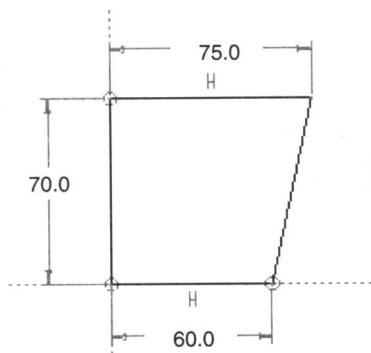

图 2.3 截面图形
(1) 选择下拉菜单 **插入(I)** → **拉伸(E)...** 命令。
(2) 定义草绘截面放置属性。在绘图区中右击,从弹出的快捷菜单中选择 **定义内部草绘...** 命令,进入“草绘”对话框;选取 **RIGHT** 基准面为草绘平面;选取 **TOP** 基准面为参照平面;选取 **左** 作为草绘平面参照的方向;单击对话框中的 **草绘** 按钮。
(3) 进入截面草绘环境后,绘制如图 2.3 所示的特征截面,完成后,单击“草绘完成”按钮 **✓**。
(4) 在操控板中,选取深度类型 **■**,再在深度文本框中键入深度值 115.0,并按回车键。单击完成按钮 **✓**,则完成特征的创建。